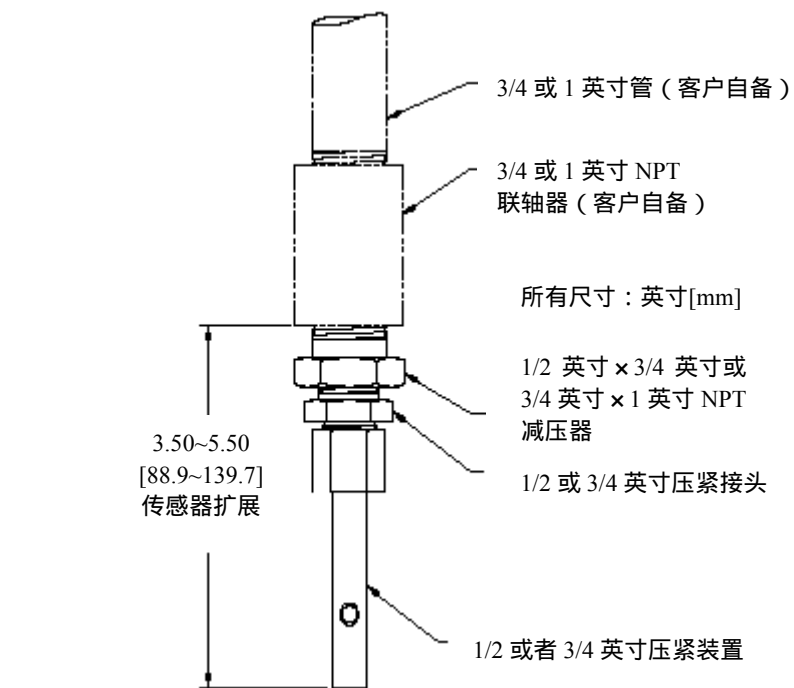

图 2-4 浸入式安装详图
| 图 2-4 | 浸入式安装详图         | 7  |
1. 将压紧接头组件倒置于传感器上，这样更长的螺纹部分将朝向传感器的电缆端（如图 2-4）。